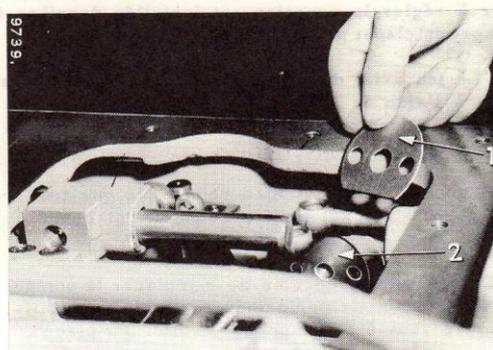

Fig. 38
Le jeu entre-dents du pignon d'entraînement se règle en ajoutant ou enlevant des cales d'épaisseur (1) (Fig. 38) selon besoin. La cale (1) se place entre l'embase de la pompe et le flasque de montage (2).